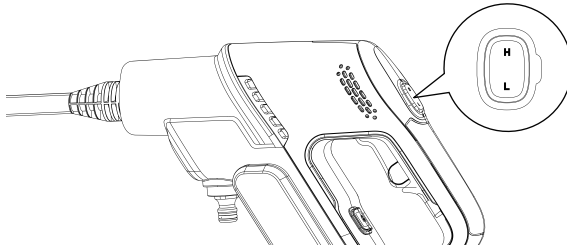

Abb. 7
EINSTELLEN DES REINIGUNGSDRUCKS (Abb. 7)
2. Drücken Sie kurz auf die Taste für die Druckeinstellung, um je nach Bedarf zwischen den Einstellungen zu wechseln. Die entsprechende Kontrollleuchte leuchtet auf, um den gewählten Modus anzuzeigen. (Abb. 7)